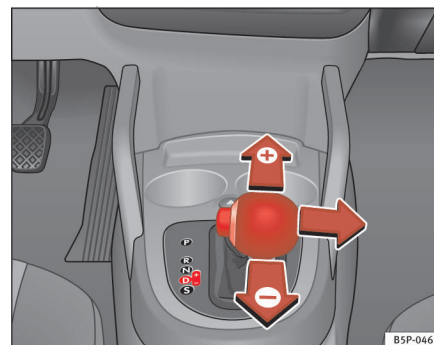

Fig. 147 Gearskift med tiptronic
- Sæt gearvælgeren i position **D**, og tryk den mod højre til tiptroniculissen ⇒ *side 177, fig. 147*.
- For at skifte til et højere gear skal du vippe gearvælgeren fremad  ⇒ *side 177, fig. 147*.
- For at skifte tilbage til et lavere gear skal du vippe gearvælgeren bagud  ⇒ *side 177, fig. 147*.